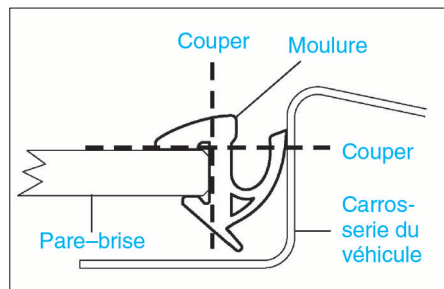

FIG. 1
- Déposer la moulure extérieure du pare-brise en la découpant comme illustré (Fig.1).